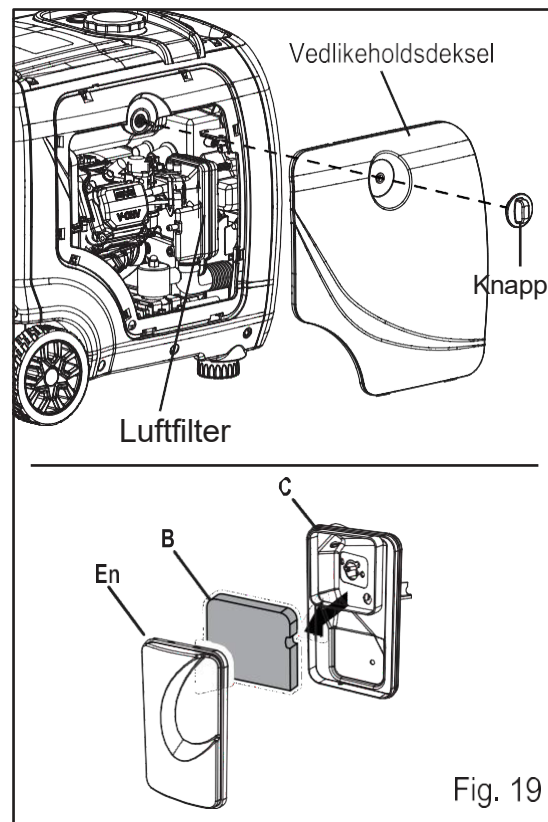

Fig. 19
2. Ta dekslet av luftrenseren (fig. 19). Fjern det svamplignende luftfilterelementet fra foringsrøret. Tørk av overflødig olje og smuss fra innsiden av luftfilterhuset.
1. Skru ut vedlikeholdsdekselknappen, og fjern dekslet fra sidepanelet (fig. 19).